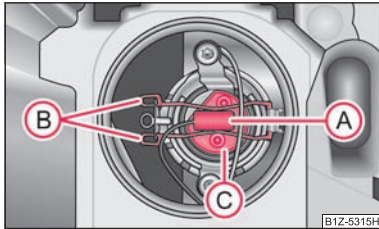

Fig. 193 Demontarea becului luminii de drum
- Decuplați ștecărul A ⇒ fig. 193.